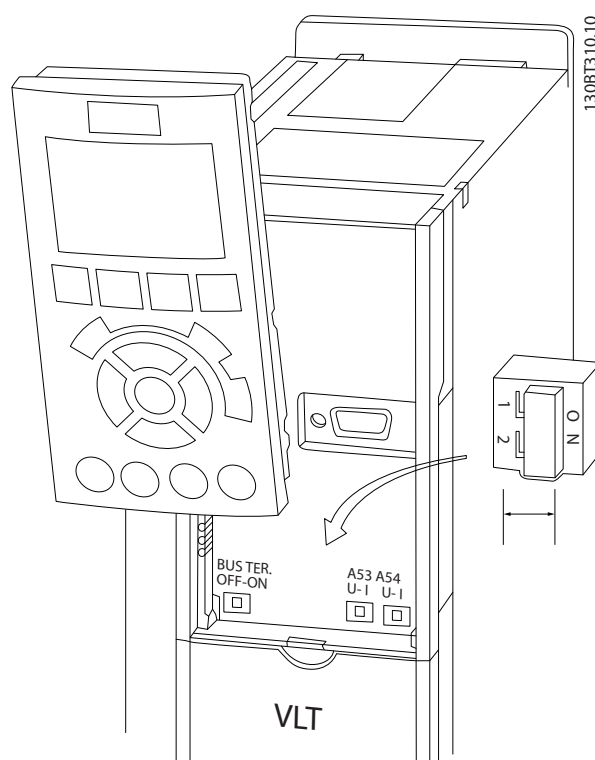

Bild 2.20 Placering av brytarna för plint 53 och 54
- Brytarna blir tillgängliga när LCP:n har tagits bort (se *Bild 2.20*). Observera att vissa tillvalskort som är tillgängliga för enheten kan sitta över brytarna